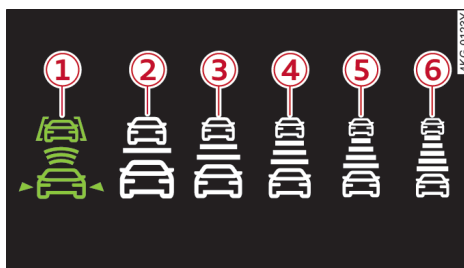

图 100 驾驶员辅助系统图标
⇒ 104 页，图 100① - 带改进型车道导航功能的堵车辅助系统已启用。识别出前方行驶有一辆车。系统调节车速，而且根据前方行驶的车辆调节距离，并自行加速或制动。堵车辅助系统在车速 60 公里/小时以下时可用。